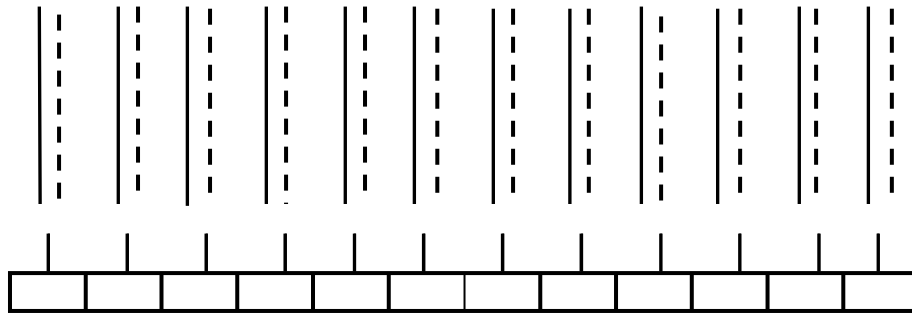

Рис. 1.1
2. Начертить коллекторные пластины и проводники обмотки (рисунок 1.1).